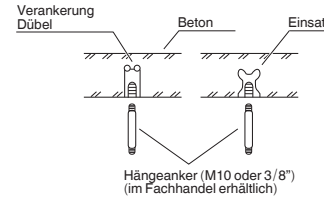

Abb. 3-37
- Die Hängeanker einsetzen (Abb. 3-37) oder
- (2) Die Hängeanker hineindrehen, wobei diese aus der Decke herausragen müssen (Abb. 3-37). (Nötigenfalls muss die Deckenverkleidung modifiziert werden.)